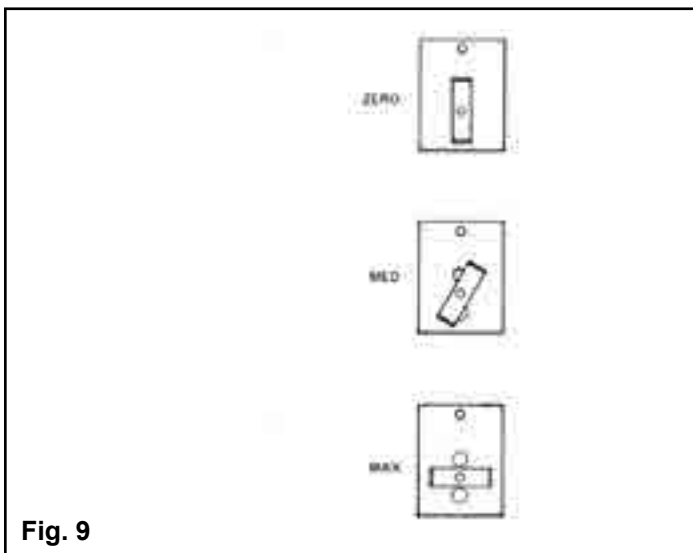

Fig. 9
Le réglage de l'admission d'air minimum (D) permet de régler le débit d'air minimum entrant dans la boîte à feu. Tournez le régulateur d'admission d'air minimum dans la position verticale pour fermer l'air ou horizontale pour l'ouvrir au maximum. Il est préférable de commencer par un réglage moyen (voir figure 9).